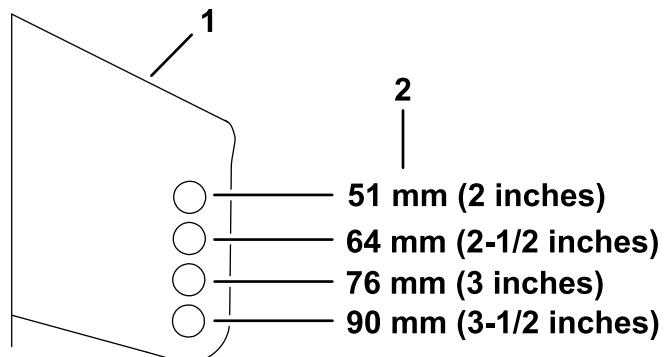

Figura 30
5. Coloque los rodillos en una de las posiciones ilustradas en la Figura 30.